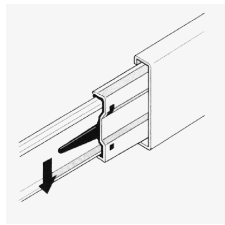
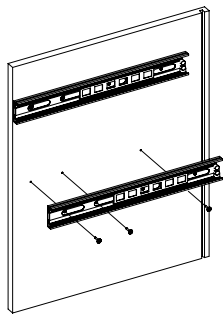

Рис.1
Рис.2
1. Подготовьте детали к сборке. Отсоедините от основания телескопических направляющих внутренние планки, отогнув пластиковый рычажок фиксатора (Рис. 1). Основания телескопических направляющих закрепите на деталях 6 и 7 шурупами 3,5х16 (Рис. 2).